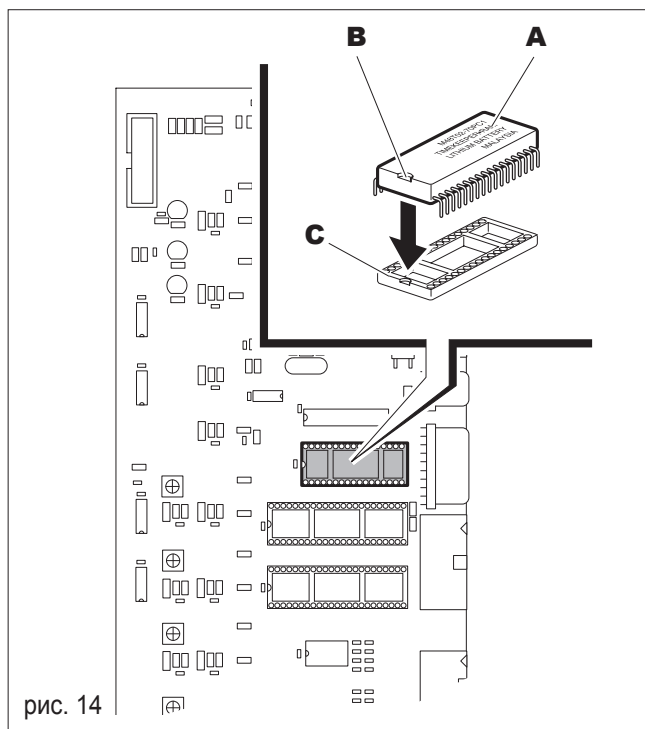

рис. 14
- вставьте модуль (А, рис. 14) на электронную плату.
Вставляйте таймер таким образом, чтобы метка (В, рис. 14) на нем совпала с такой же меткой (С, рис. 14), расположенной на разъеме для нее на электронной плате.
При установке таймера (А, рис. 14) пункты меню, содержащие функции "БЕСПЛАТНО", переносятся в меню "НАСТРОЙКИ-ВРЕМЯ".
При установке таймера (А, рис. 14) меню "СЧЕТЧИК" будет содержаться в меню "СТАТИСТИКА".